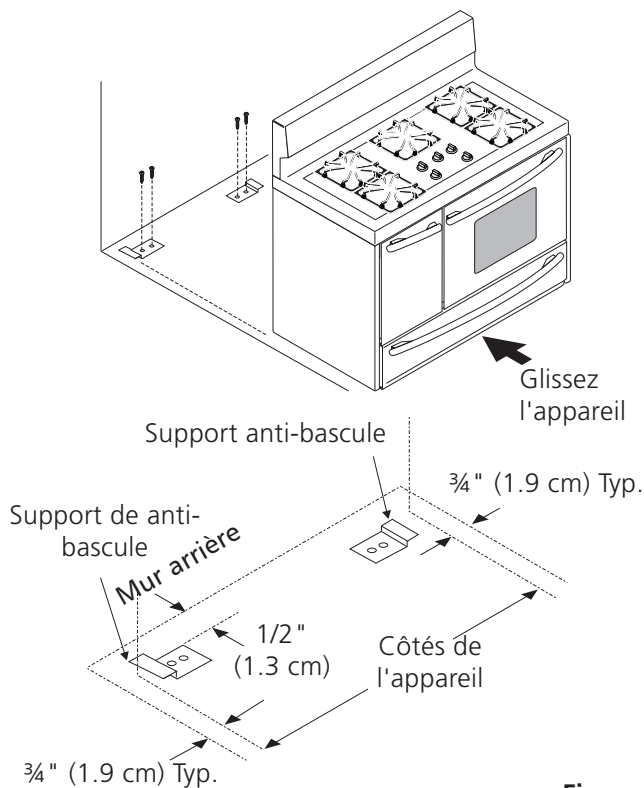

Figure 7
3. Enlevez le gabarit et placez les supports de anti-basculer sur le plancher, le rebord renversé vers l'avant (voir figure 7). Alignez les trous dans les supports anti-basculer avec les trous tracés sur le plancher et fixez avec les 4 vis fournies. Les supports anti-basculer doivent être fixés sur un plancher solide. Si vous les fixez à un plancher en béton, percez d'abord des trous pilotes de 3/16" (0.5 cm) de diamètre à l'aide d'un foret à maçonnerie de 3/16" (0.5 cm) diamètre.